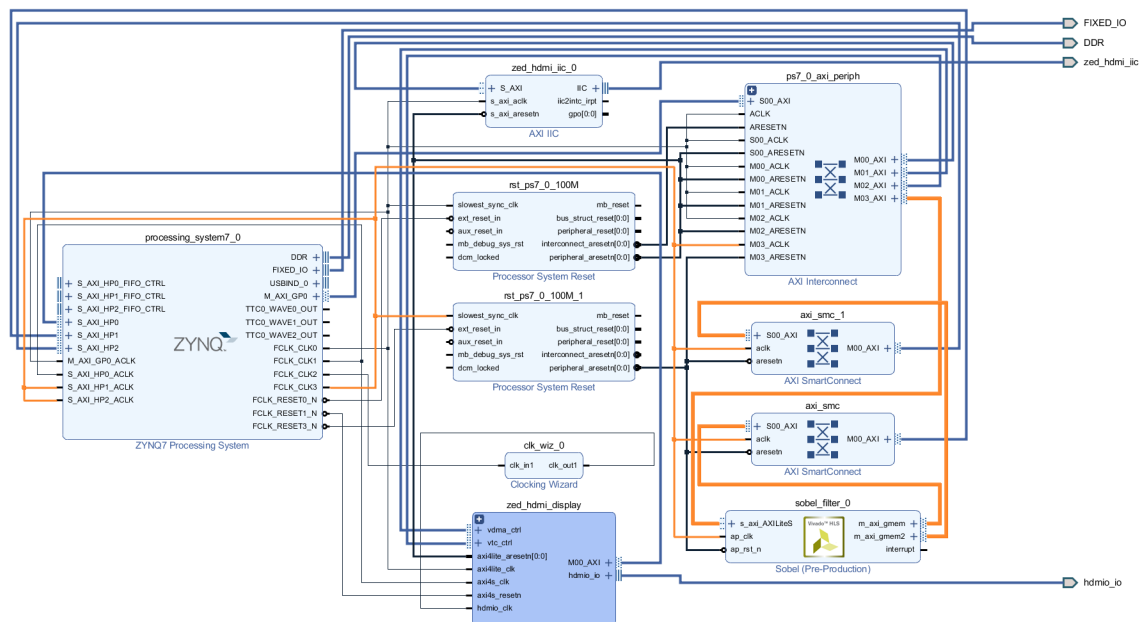

FIGURE 20 – Design final
5. Validez le design. Celui-ci devrait ressembler à la figure 20.